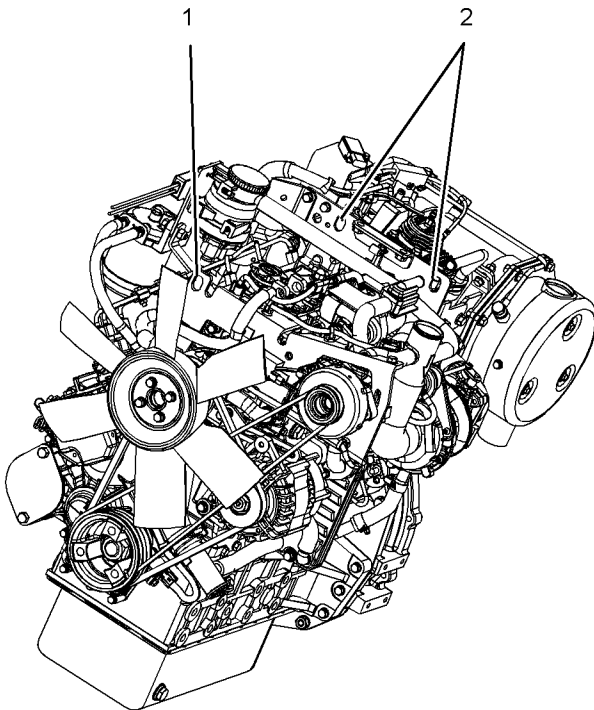

Abbildung 28
- (1) Vordere Huböse
- (2) Hintere Huböse
**[German] Anmerkung:** Die Motorbaugruppe ist mit drei Hubösen ausgestattet. Siehe dazu Abbildung 28